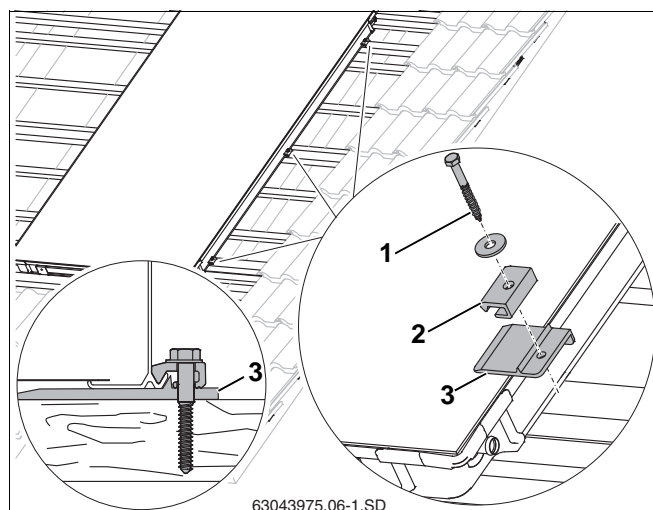

Fig. 23 Den første solfanger sættes på og skrues fast
- ▶ Løft solfangeren en smule, og sæt de højre underlagsplader (fig. 23, **pos. 3**) på den 2. og 3. ekstra lægte samt på en eksisterende lægte midt på solfangeren og ind under solfangeren, så delene støder mod solfangerkanten forned.
- ▶ Til skruen (fig. 23, **pos. 1**) skal der forbores med et 4 mm-bor.
- ▶ Fastgør de ensidede nedholdere (fig. 23, **pos. 2**) med skrue 6×40 (fig. 23, **pos. 1**), og fastgør med underlagsskive (brug nøgle SW10).